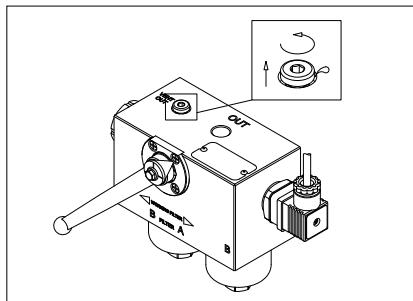

fig. 12
- (Fig. 12) Allentare il tappo di sfiato "Vent OUT" di un giro al massimo
- Per il montaggio/smontaggio dell'indicatore e del connettore fare riferimento al paragrafo "Sostituzione indicatore" sopra (Fig. 12÷16)